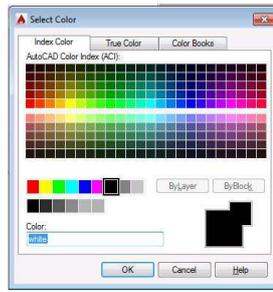

Рис.2.3
**COLOR** – змінює колір об'єктів шару. Якщо клацнути мишею на піктограмі у вигляді зафарбованого квадрата, відобразиться діалогове вікно **Select Color** (рис.2.3), у якому можна вибрати потрібний колір.